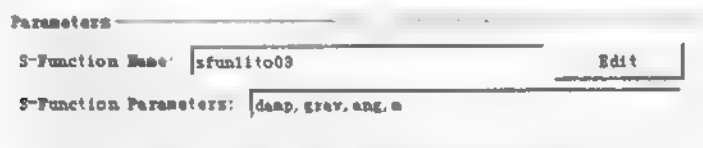

图 11.12 S-Functions 模块参数对话框设置
(5) 对 Simulink 模型进行参数设置。
- 双击 S-Functions 模块，弹出参数对话框，在 S-Functions Name 文本框中输入 `sfun11to03`，在 S-Functions Parameters 文本框中输入 “`damp,grav,ang,m`”，如图 11.12 所示。